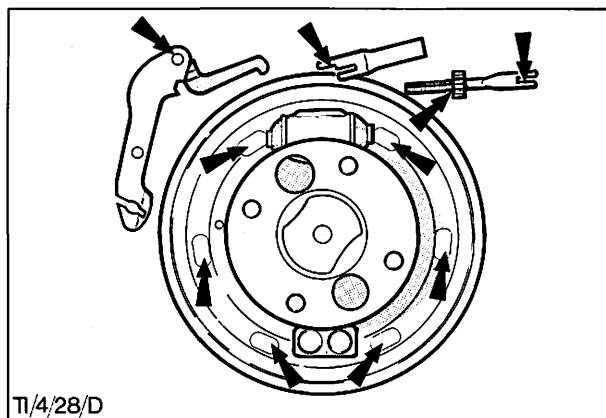

Abb. 51 Bremsbackenauflagen, Drehzapfen und Druckstangengewinde
5. Drehzapfen des Schwinghebels sowie Druckstangengewinde und Ratschenrad mit Fett nach FORD-Spezifikation SM-1C-1024A leicht schmieren. Außerdem Bremsbackenauflagen (6 Stück) und Druckstellen der Druckstange mit Fett nach FORD-Spezifikation ESEA-M1C-1014A leicht schmieren. Abb. 51.